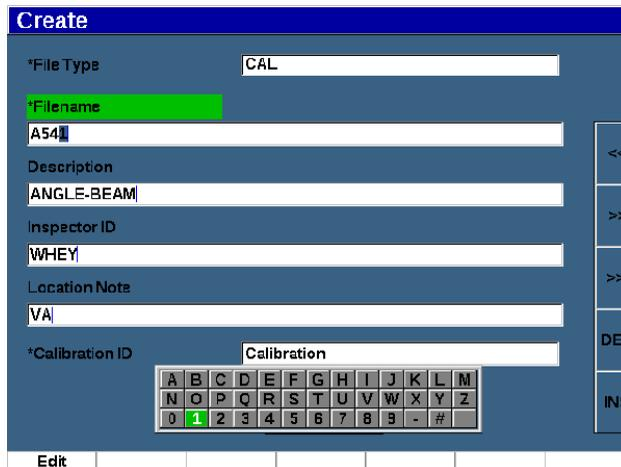

Рис. 3-19 Экран Create (Создать) с виртуальной клавиатурой
2. Выберите параметр **Create** [Создать] (см. Рис. 3-19 на стр 72).
5. Выберите параметр **Edit** (Ред.) для отображения виртуальной клавиатуры (см. Рис. 3-19 на стр 72).